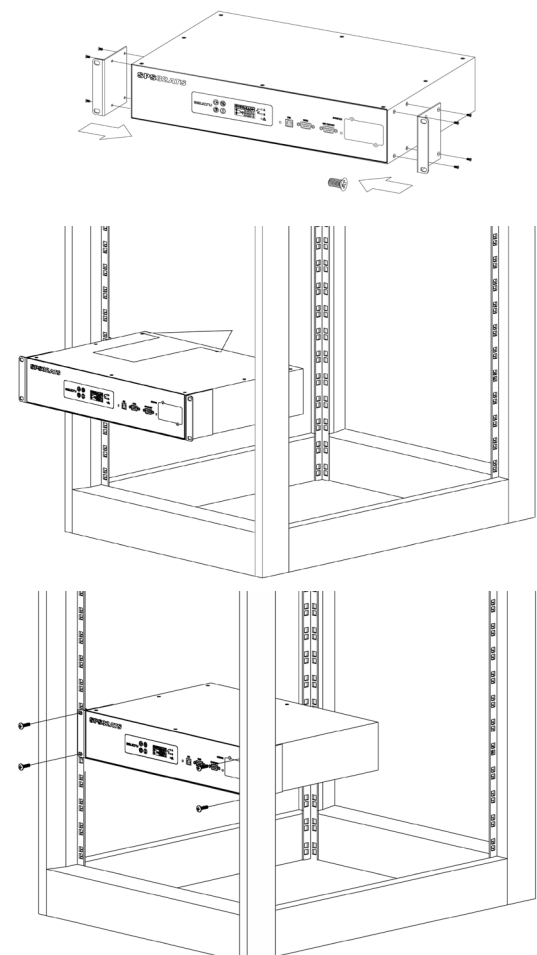

Abb. 4. Beispiel der Montage des Geräts in einem 19"-Rackschrank.
- Folgendermaßen vorgehen (siehe Abb. 4):